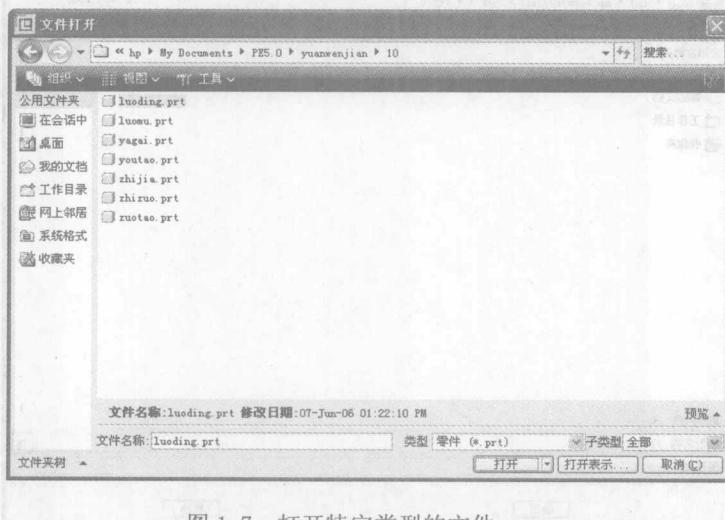

图 1-7 打开特定类型的文件
(2) 要缩小搜索范围，可从“类型”框中选取一个文件类型，然后从“子类型”框中选取子类型。目录中只会列出所选类型，如图 1-7 所示是上一个对话框中选择“组件 (*.asm)”类型后的结果。